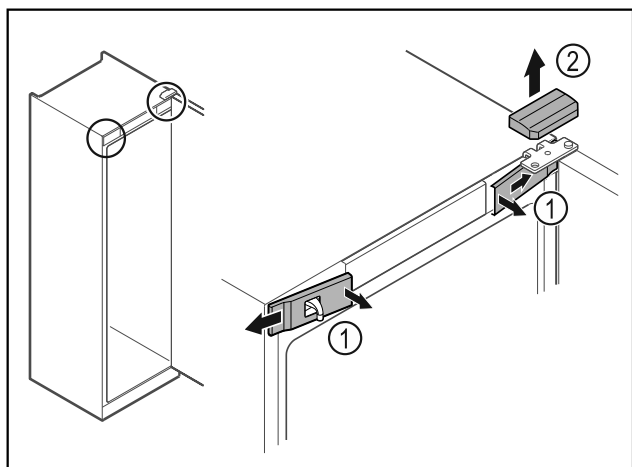

Fig. 16
- Spnite sprednje pokrove Fig. 16 (1) in jih odstranite proti strani.
- Zgornji pokrov Fig. 16 (2) snemite v smeri navzgor.